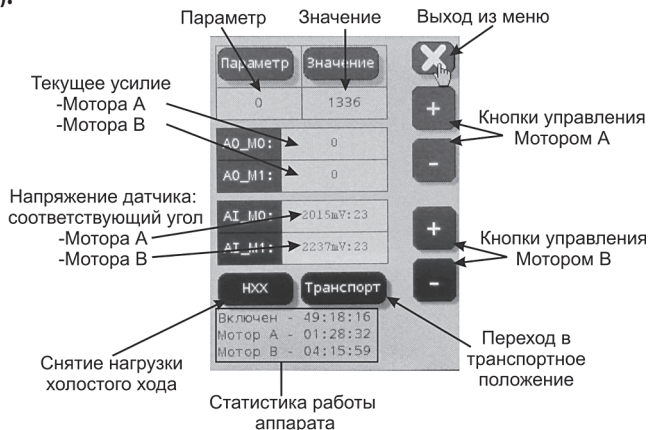

Рисунок 8.7 – Дисплей режима настройки системы
8.5 Дисплей режима настройки системы (меню установок и настройки Аппарата) (см. рис. 8.7):